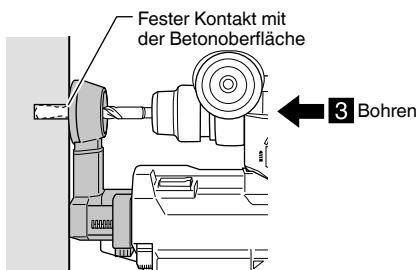

Abb. 12
- (3) Bohren Sie weiter, wenn das Düsenende die Betonoberfläche weiter richtig berührt. (Abb. 12)